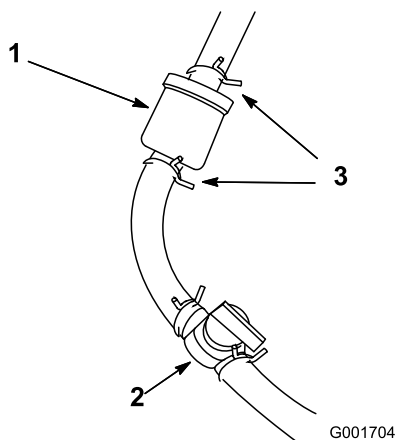

Рисунок 45
1. Закройте клапан отключения подачи топлива (Рисунок 45).
2. Установите под фильтр сливной поддон, ослабьте шланговый хомут на обращенной к карбюратору стороне фильтра и отсоедините топливный трубопровод от фильтра (Рисунок 45).